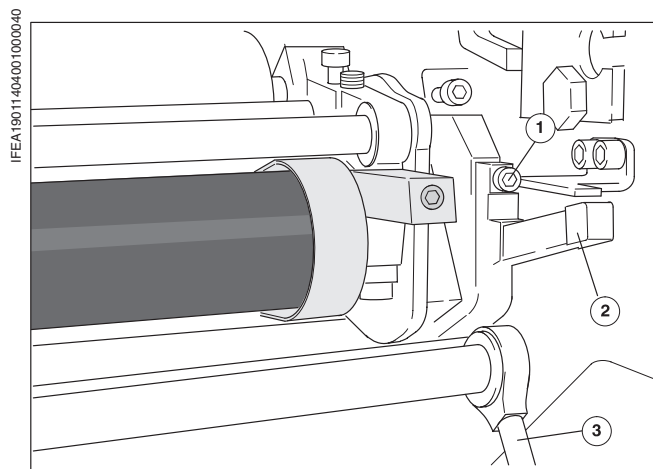

Рис. 25 Демонтаж аппарата увлажнения
- ❷ **Перед демонтажем аппарата увлажнения** продвиньте машину в толчковом режиме так, чтобы раскатной валик дошел до точки возврата на стороне обслуживания.
- ❸ Откройте защитное ограждение перед аппаратом увлажнения.
- ❹ Выкрутите винты на рычагах опор подшипника на стороне привода (Рис. 25/❶) и на стороне обслуживания с помощью инструмента печаника. Винты остаются в рычагах опор подшипника.
- ❺ Откиньте вниз рычаги опор подшипников с обеих сторон.
- ❻ Откиньте аппарат увлажнения немного назад и вытащите из машины.